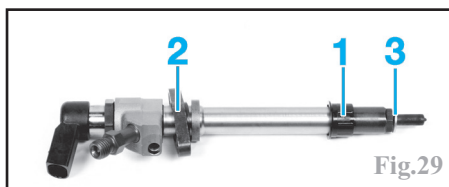

Fig.29
Enfoncer le joint neuf (1) directement sur la culasse (Fig.29).